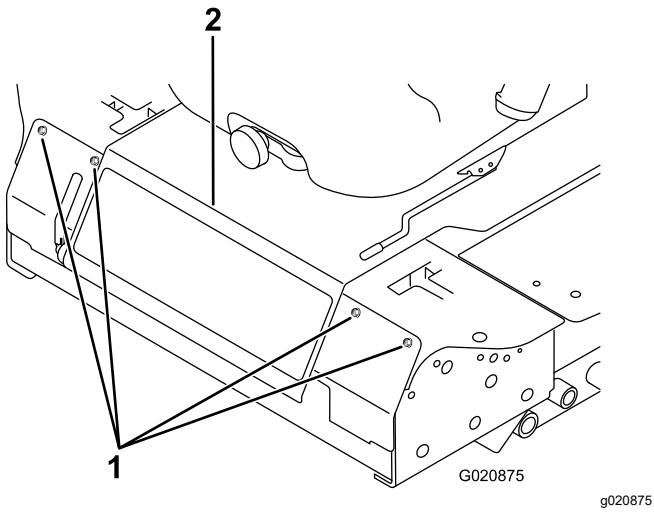

Figure 82
2. Retirez les boulons de fixation du panneau avant et déposez le panneau (Figure 82).